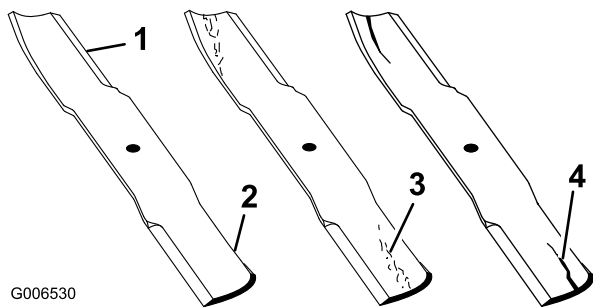

Figure 22
2. Examinez attentivement les tranchants de la lame, particulièrement au point de rencontre des parties plane et relevée (Figure 22). Le sable et les matières abrasives peuvent éroder le métal à cet endroit, c'est pourquoi il est important de contrôler l'état de la lame avant d'utiliser la machine. Remplacez la lame si elle est usée (Figure 22) (voir Dépose de la lame).
Si la lame est trop usée, une entaille se forme entre la partie relevée et la partie plane (Figure 22). La lame peut alors se briser et un morceau être projeté du dessous de la machine, vous blessant gravement ou une personne à proximité.